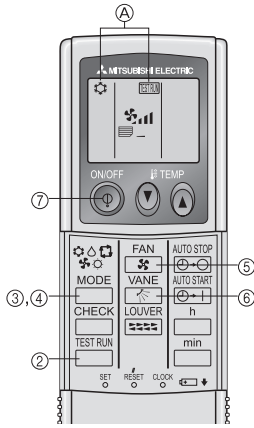

Fig. 6-2
6.2.2. Kablosuz uzaktan kumanda kullanarak (Fig. 6-2)
- ① Çalışma testinden en az 12 saat önce üniteye güç verin.
- ② [TEST RUN] (kontrol) düğmesine iki kere sürekli olarak basın. (Bu işlemi uzaktan kumanda durum göstergesi kapalı durumdayken başlatın.) A [TEST RUN] (işletme testi) ve o andaki işletme modu görüntülenir.
- ③ COOL (soğutma) modunu yürürlüğe koymak için [MODE] (mod) düğmesine basıldıktan sonra ünitenin dışarıya soğuk hava basıp basmadığını kontrol ediniz.
- ④ HEAT (ısıtma) modunu yürürlüğe koymak için [MODE] (mod) düğmesine basıldıktan sonra ünitenin dışarıya sıcak hava basıp basmadığını kontrol ediniz.
- ⑤ [FAN] (Fan) düğmesine basıp, fan hızının değişip, değişmediğini denetleyin.
- ⑥ [VANE] (kanatçık) düğmesine basıp otomatik kanatçığın gerektiği gibi çalışıp çalışmadığını kontrol ediniz.
- ⑦ İşletme testini durdurmak için ON/OFF (açma/kapama) düğmesine basınız.